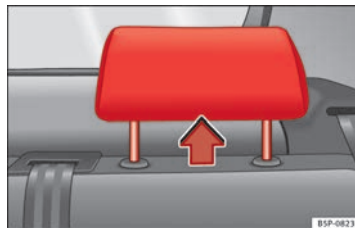

Abb. 4 Kopfstütze in Gebrauchsstellung
- Zwei **Gebrauchsstellungen** ⇒ Abb. 4. In diesen Positionen verhält sich die Kopfstütze wie eine konventionelle Kopfstütze, und ▶